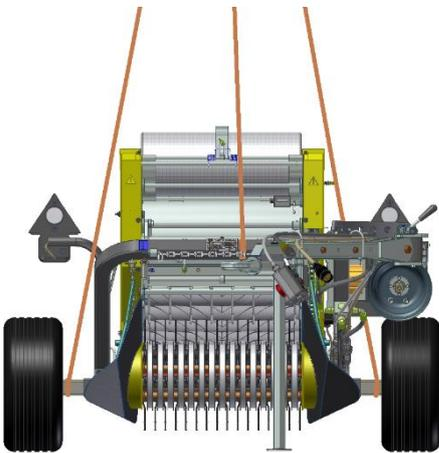

Abb. 15 Verseilung für Hebung
- Die empfohlenen Verseilungspunkte für das Hubverfahren sind auf dem Fahrgestell in der Nähe der Räder und der Identifikationsplakette ersichtlich (Abb. 15).
Die Maschine kann für die Arbeit auf verschiedenen Höhen vom Boden konfiguriert sein. Zu diesem Zweck können die Radgruppen auf vier unterschiedliche Weisen montiert werden. Für die Montage der Radgruppen muss die Maschine gehoben werden (siehe Abschnitt 4.1 Abb. 15). Nachdem die Maschine gehoben wurde, die angegebenen Schrauben im Abschnitt Abb. 18 lösen und die Radgruppe abziehen. Den Schlauch der Radgruppe gemäß der gewünschten Konfiguration (in Abb. 19, Abb. 20, Abb. 21 und Abb. 22 werden die vier möglichen Konfigurationen gezeigt) ausrichten. Die Schrauben vor dem Absetzen der Maschine am Boden festziehen.